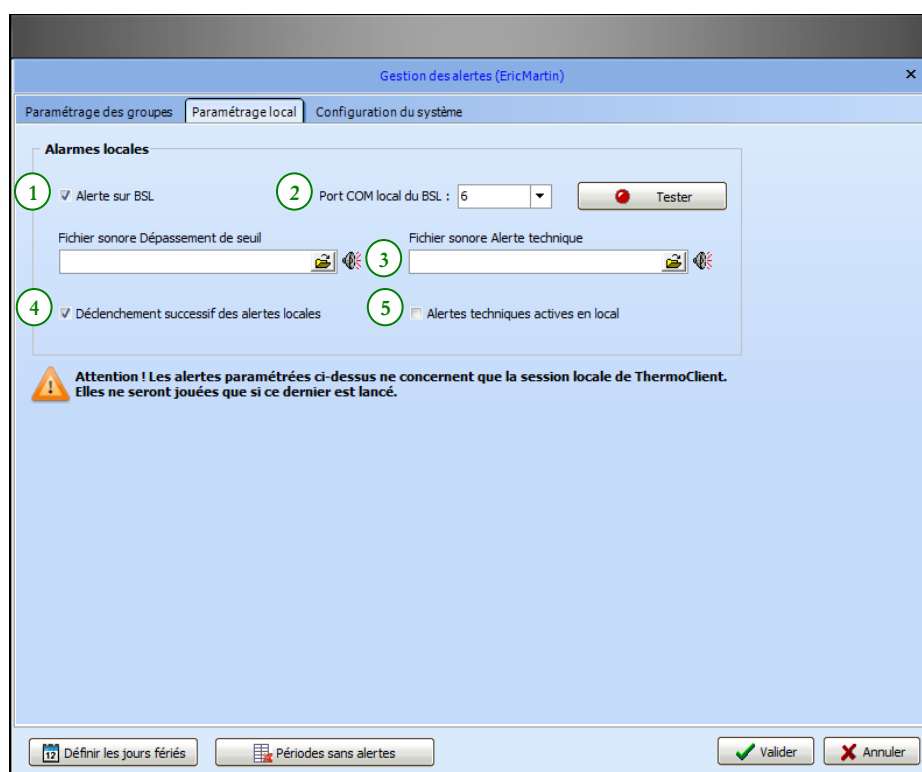

Figure 99 – Onglet Paramétrage local dans la fenêtre Gestion des alertes
4. Cochez la case **Alerte sur BSL** ① si vous allez connecter ce type de dispositif à l'ordinateur. Ensuite sélectionnez le port COM ②. Avec l'option **Alerte sur BSL** activé, un bouton **Tester** est affiché afin d'effectuer des tests de votre équipement d'alerte. Ce dispositif sera déclenché chaque fois que ThermoClient détecte une alarme.
5. Vous pouvez choisir de lire des fichiers son (.WAV) si une limite est dépassée (gauche du ③ dans la *Figure 99*) ou si une alarme technique (droite du ③ dans la *Figure 99*) est détectée.
6. Cochez la case **Déclenchement successif des alertes locales** ④ pour déclencher une alerte sur dépassement de seuil à chaque fois qu'une valeur reçue indique un dépassement de seuil.
7. Vous pouvez désactiver les alertes techniques locales ⑤.